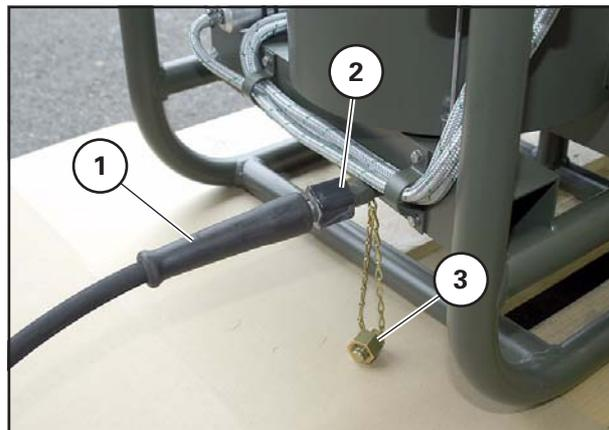

Bild 20 Anschluss HD-Schlauch, Rückseite JSTDS-SSL
- Hochdruckschlauch (HD-Schlauch) am Hochdruckausgang des Durchlauferhitzers anschließen (Bild 20).